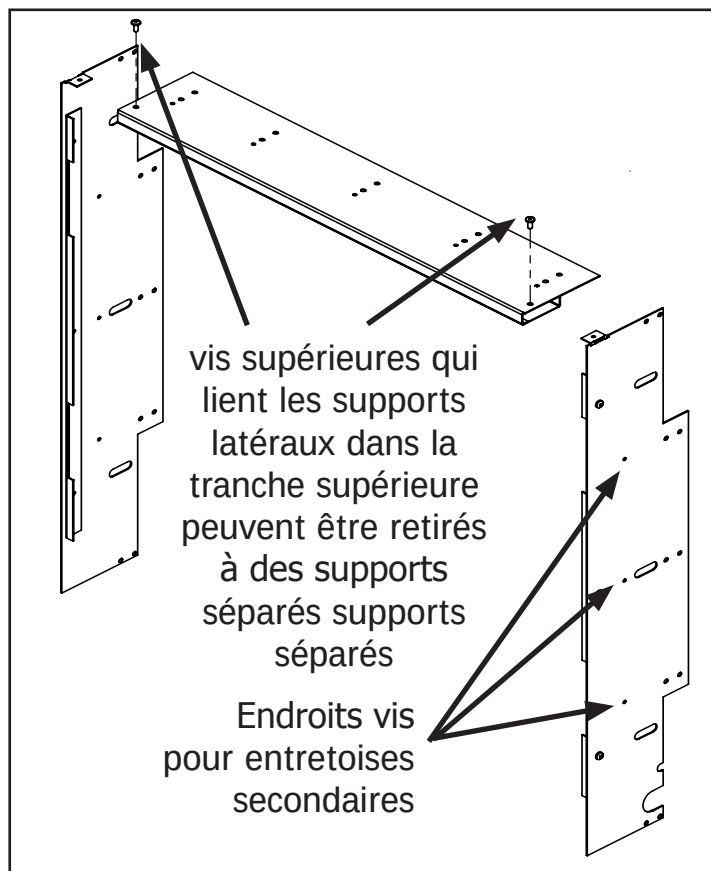

Figure 27: Retrait Supports de rallonge
5. Installez les espaceurs latéraux (si nécessaire) sur les supports d'extension latérale à l'aide du jeu avant de trous libres. Régler la profondeur des entretoises secondaires que nécessaire (voir Figure 27). Voir aussi l'installation initiale - section d'espacement du manuel.